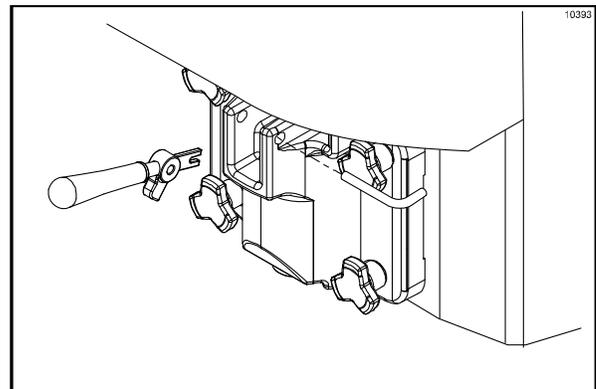

Figura 140
15. Instale la palanca de extracción. Introduzca la horquilla de la palanca de extracción en la ranura de la válvula de extracción. Asegure la palanca con el pasador pivote. (Vea la figura 140).